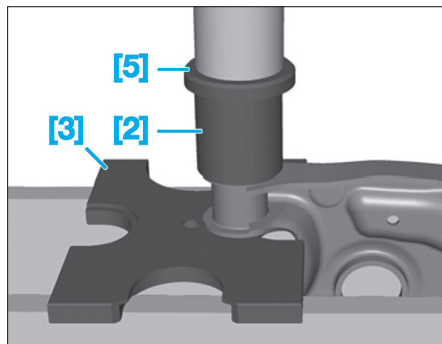

FIG. 43
- A l'aide des outils [2], [3] et [5], repousser légèrement le patin à la presse dans le bras de suspension (Fig.43).